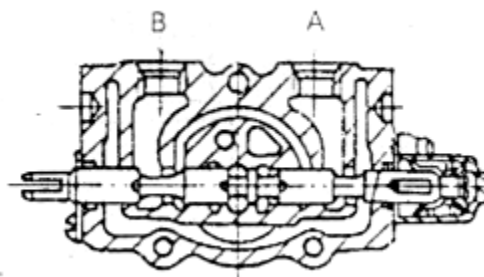

Рис. 7-3
(2) Задвижной золотниковый клапан (рис. 7-3):